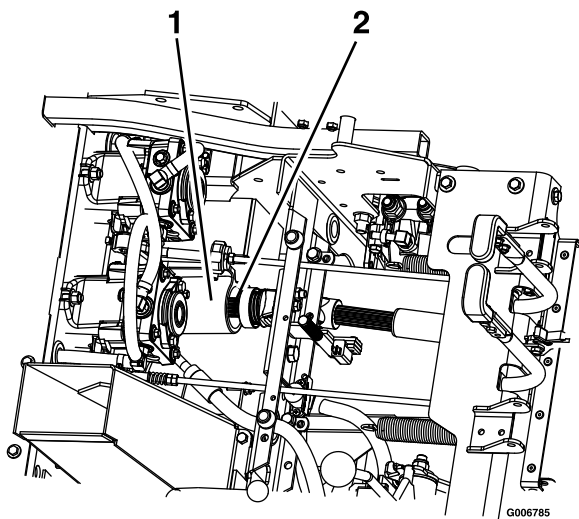

Figura 78
8. Sbloccate il sedile e scollegate l'albero di trasmissione, utilizzando il giunto ad accoppiamento rapido nel contralbero (Figura 78).
4. Montate l'albero di trasmissione sul contralbero (Figura 78).